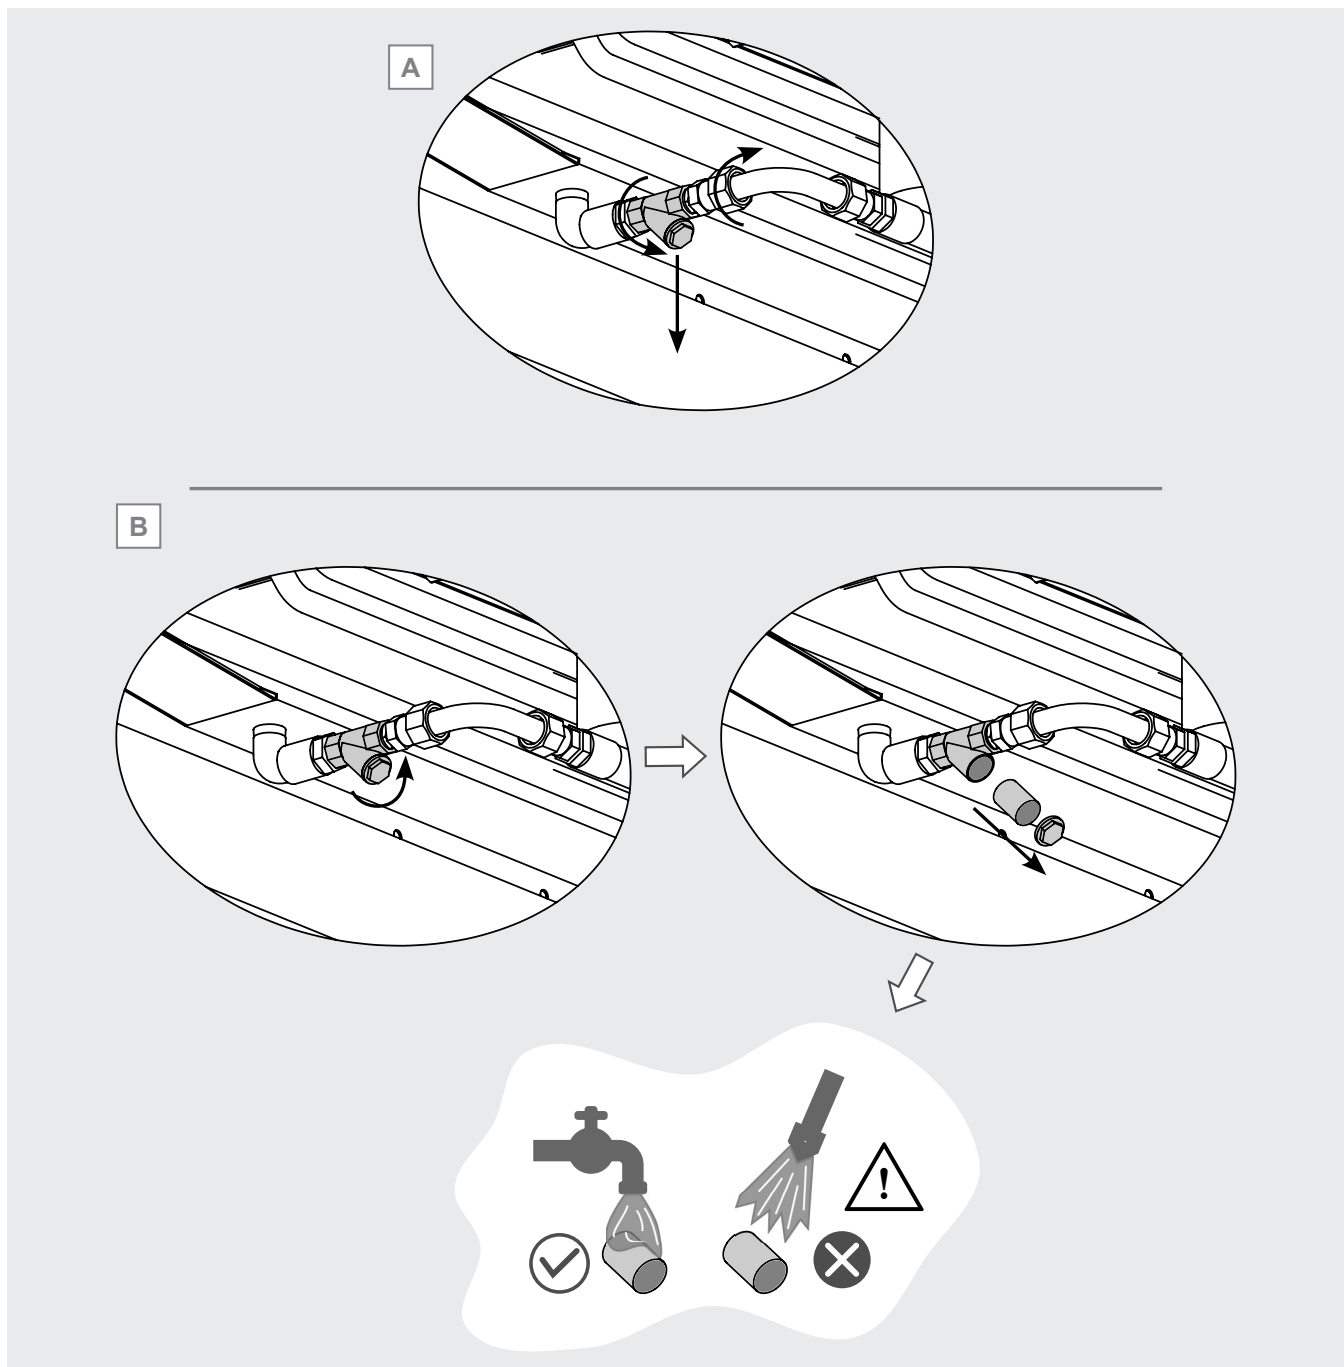

Figure 31
12.18.6 Si le filtre entier doit être remplacé, dévissez les raccords aux extrémités, voir la Figure 31 A d'abord le raccord rapide et ensuite l'écrou. Retirer le filtre et le remplacer par un nouveau aux mêmes dimensions et caractéristiques: attention à la pression indiquée sur le boîtier. Contacter Modine si nécessaire.
12.18.7 Pour nettoyer le filtre, dévisser le bouchon d'étanchéité situé en bas du corps, l'enlever et retirer le panier intérieur. Veiller à ne pas endommager le panier. Voir la Figure 31 B.